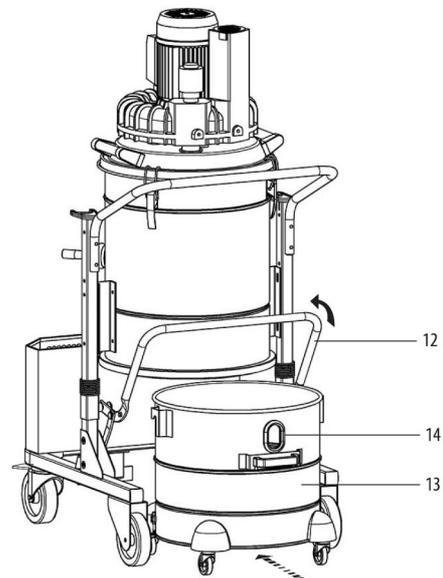

Abb. 12: Reinigen des Schmutzbehälters
Schritt 1: Fahren Sie den Spezialsauger zum gewünschten Einsatzort und drücken Sie die Bremse (Abb.12, 15) um den Spezialsauger sicher zu positionieren.